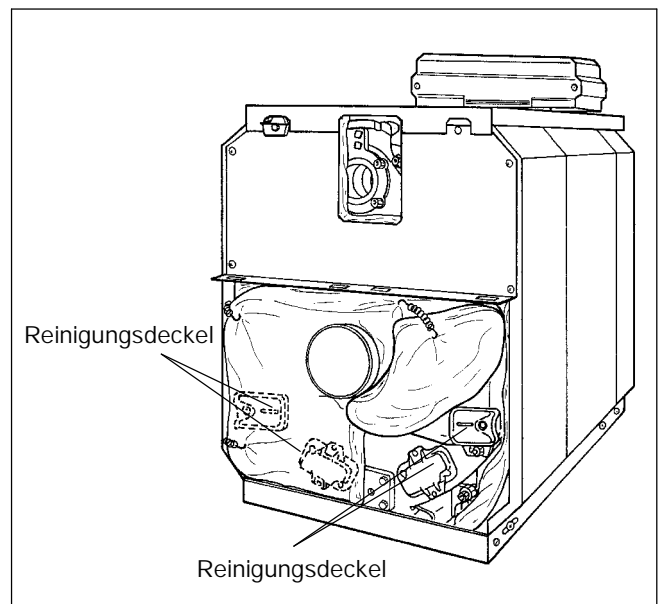

Abb. 55
- Spannfeder unterhalb des Abgasstutzens lösen und die beiden Lappen des Isolierelementes entsprechend Abb. 55 nach oben klappen und mit der Spannfeder einhängen.
- Die Reinigungsdeckel am Hinterglied und Abgas-sammler entfernen (Abb. 55).